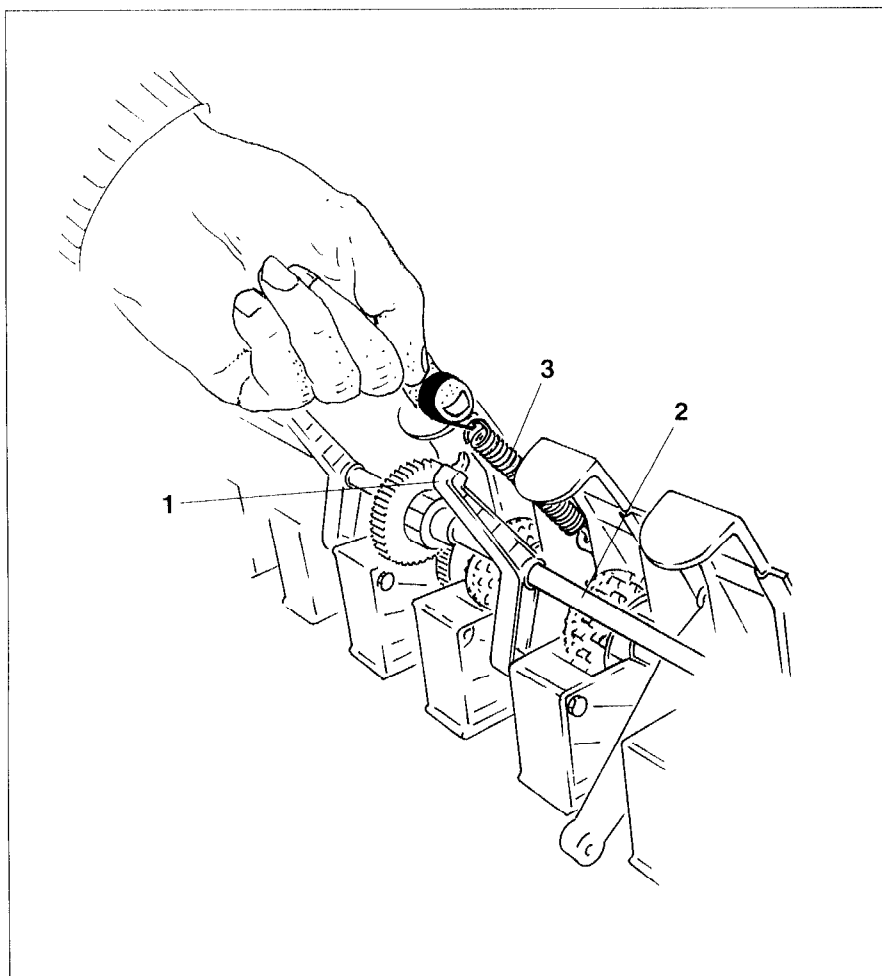
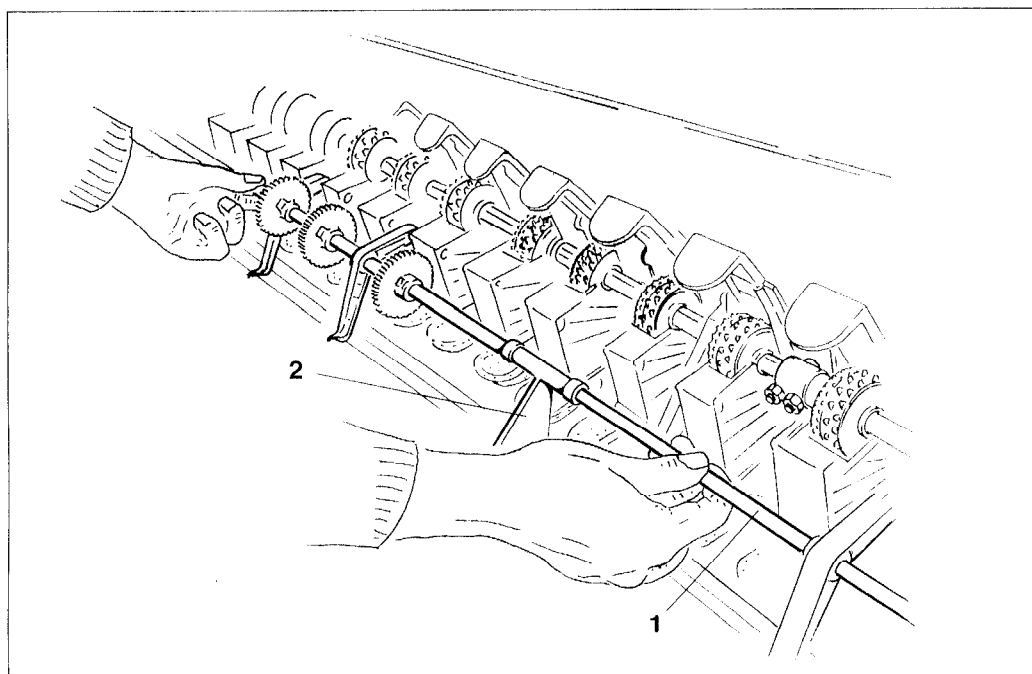

Fig. 7.20
Fig. 7.21
- Die Schwenklager (Fig. 7.20/1) der Vorgelegewelle (Fig. 7.20/2) zur Särad-Fahrgassenschaltung (falls vorhanden) sind federnd gelagert. Zugfedern (Fig. 7.20/3) entfernen und Vorgelegewelle (Fig. 7.21/1) herunterklappen. Dabei wird eine Halterung (Fig. 7.21/2), die die Vorgelegewelle axial sichert, aus der Aussparung eines Sägehäuses herausgezogen.